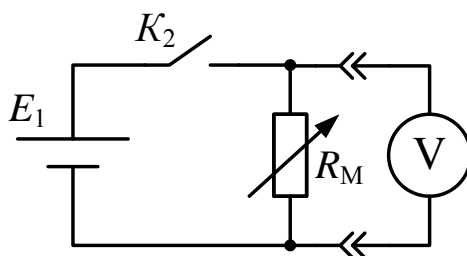

Рис. 4.5
2.2. Соберите схему, приведенную на рис. 4.5. Ключ K_2 установите в разомкнутое положение (рычажок вниз). В качестве вольтметра используйте мультиметр, установленный на предел «20 V». На магазине сопротивлений установите значение $R_0 = 5 \text{ кОм}$.